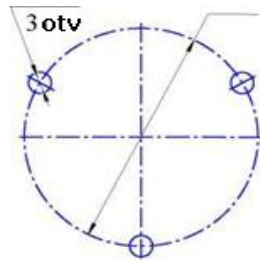

Bild 3
6.2 Die Aufhängung 8 kann unter der Decke (Bild 1) oder die Aufhängung 9 (Bild 2) kann an der Wand angebracht werden. Bitte markieren Sie die Stellen für die Befestigung der Aufhängung wie auf dem (Bild 3) und an der Wand gem. (Bild 4) dargestellt.